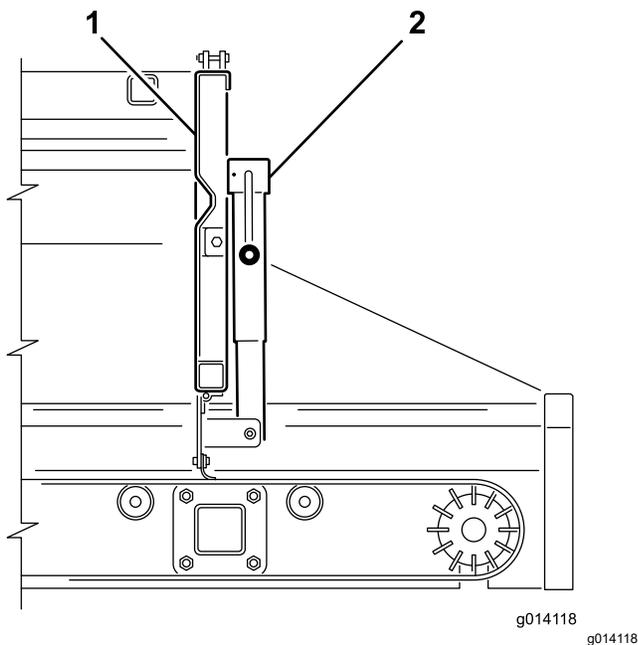
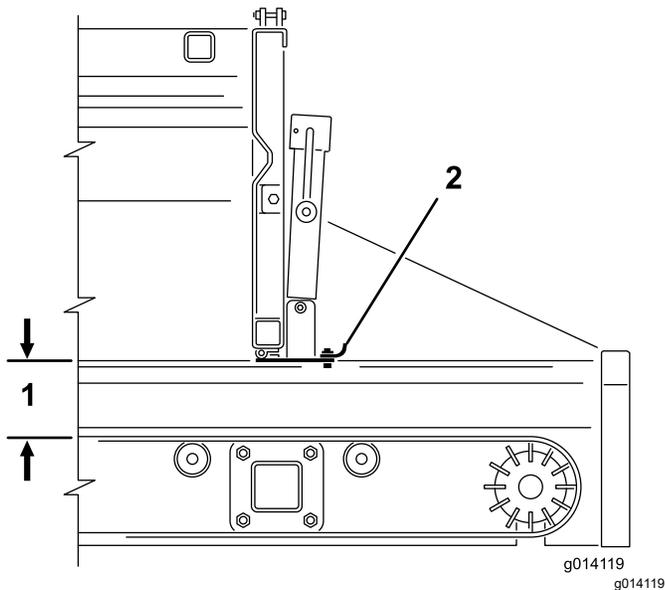

Figura 43
Figura 44
2. Utilice la manivela para abrir o cerrar la sección ajustable de la compuerta trasera (Figura 43 y Figura 44). Este restringe el flujo de material cuando se utiliza un apero.